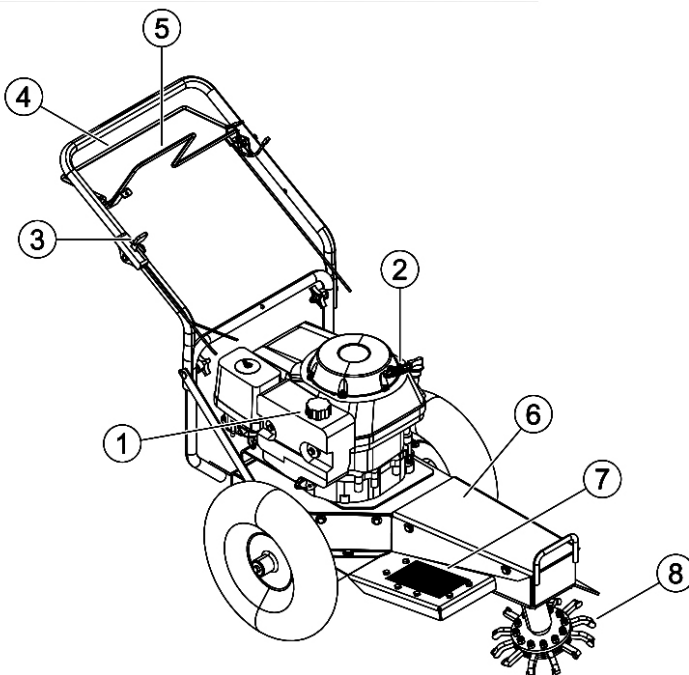

Рис.2
3. Встаньте позади измельчителя. Нажмите и удерживайте рычаг остановки двигателя(3) Рис.2 левой рукой.